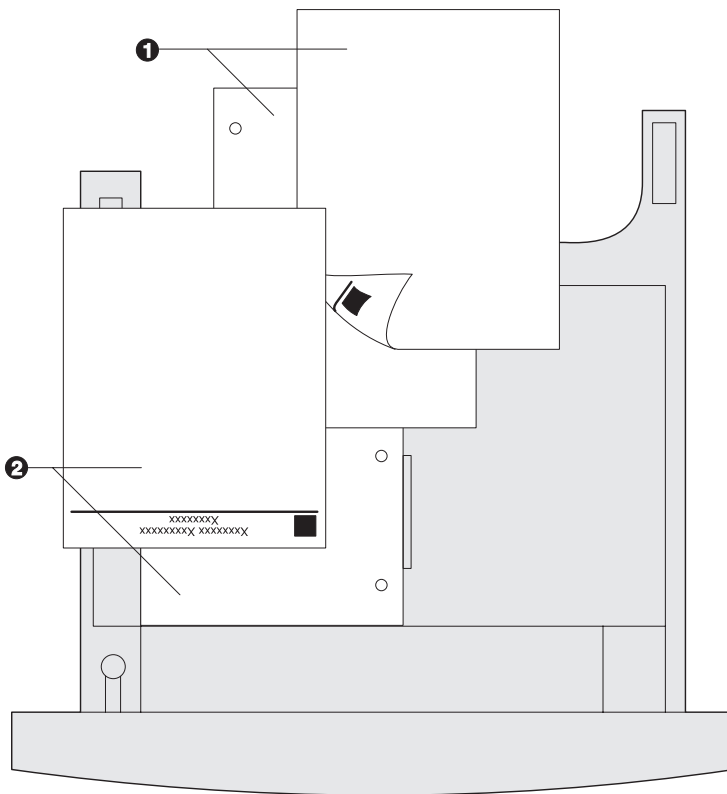

Abbildung 2.2 Papierausrichtung in Kassette 1/2/3 (Querseitenzufuhr)
- 5** Legen Sie das Papier zwischen die beiden Führungen in die Kassette (Ausrichtung siehe Abbildung 2.1 auf Seite 2-12 und Abbildung 2.2 auf Seite 2-13).